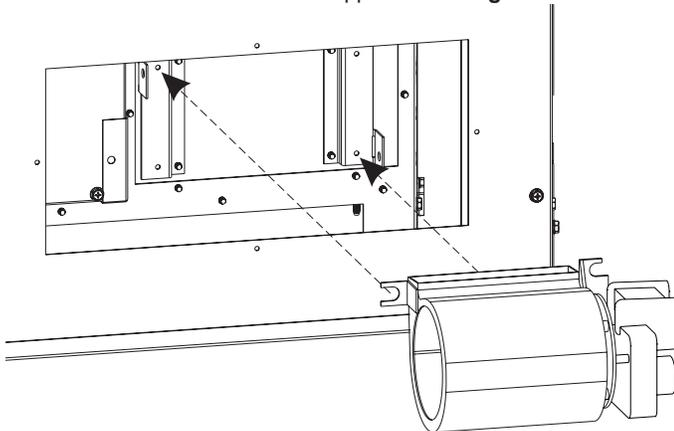

Figure 10
5. Placer la soufflante sur ses supports. Voir Figure 10.